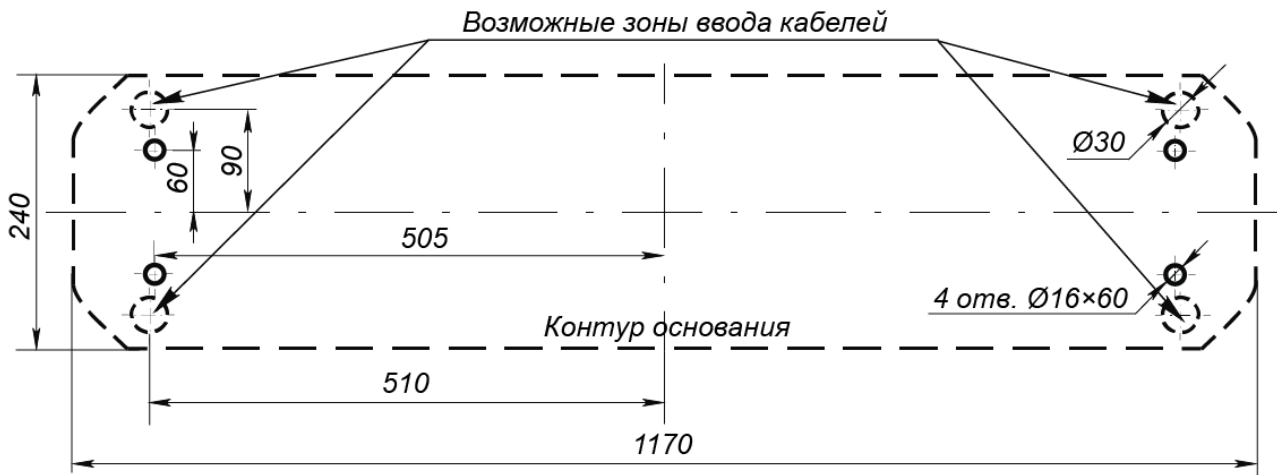
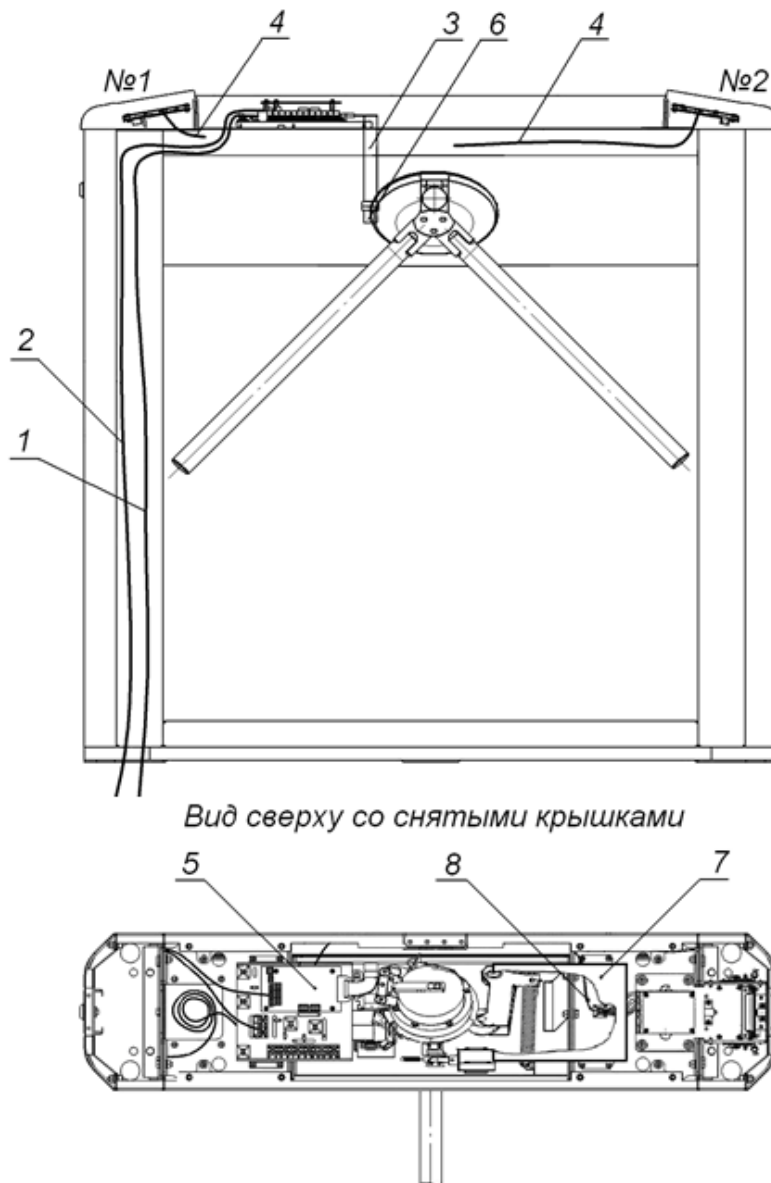
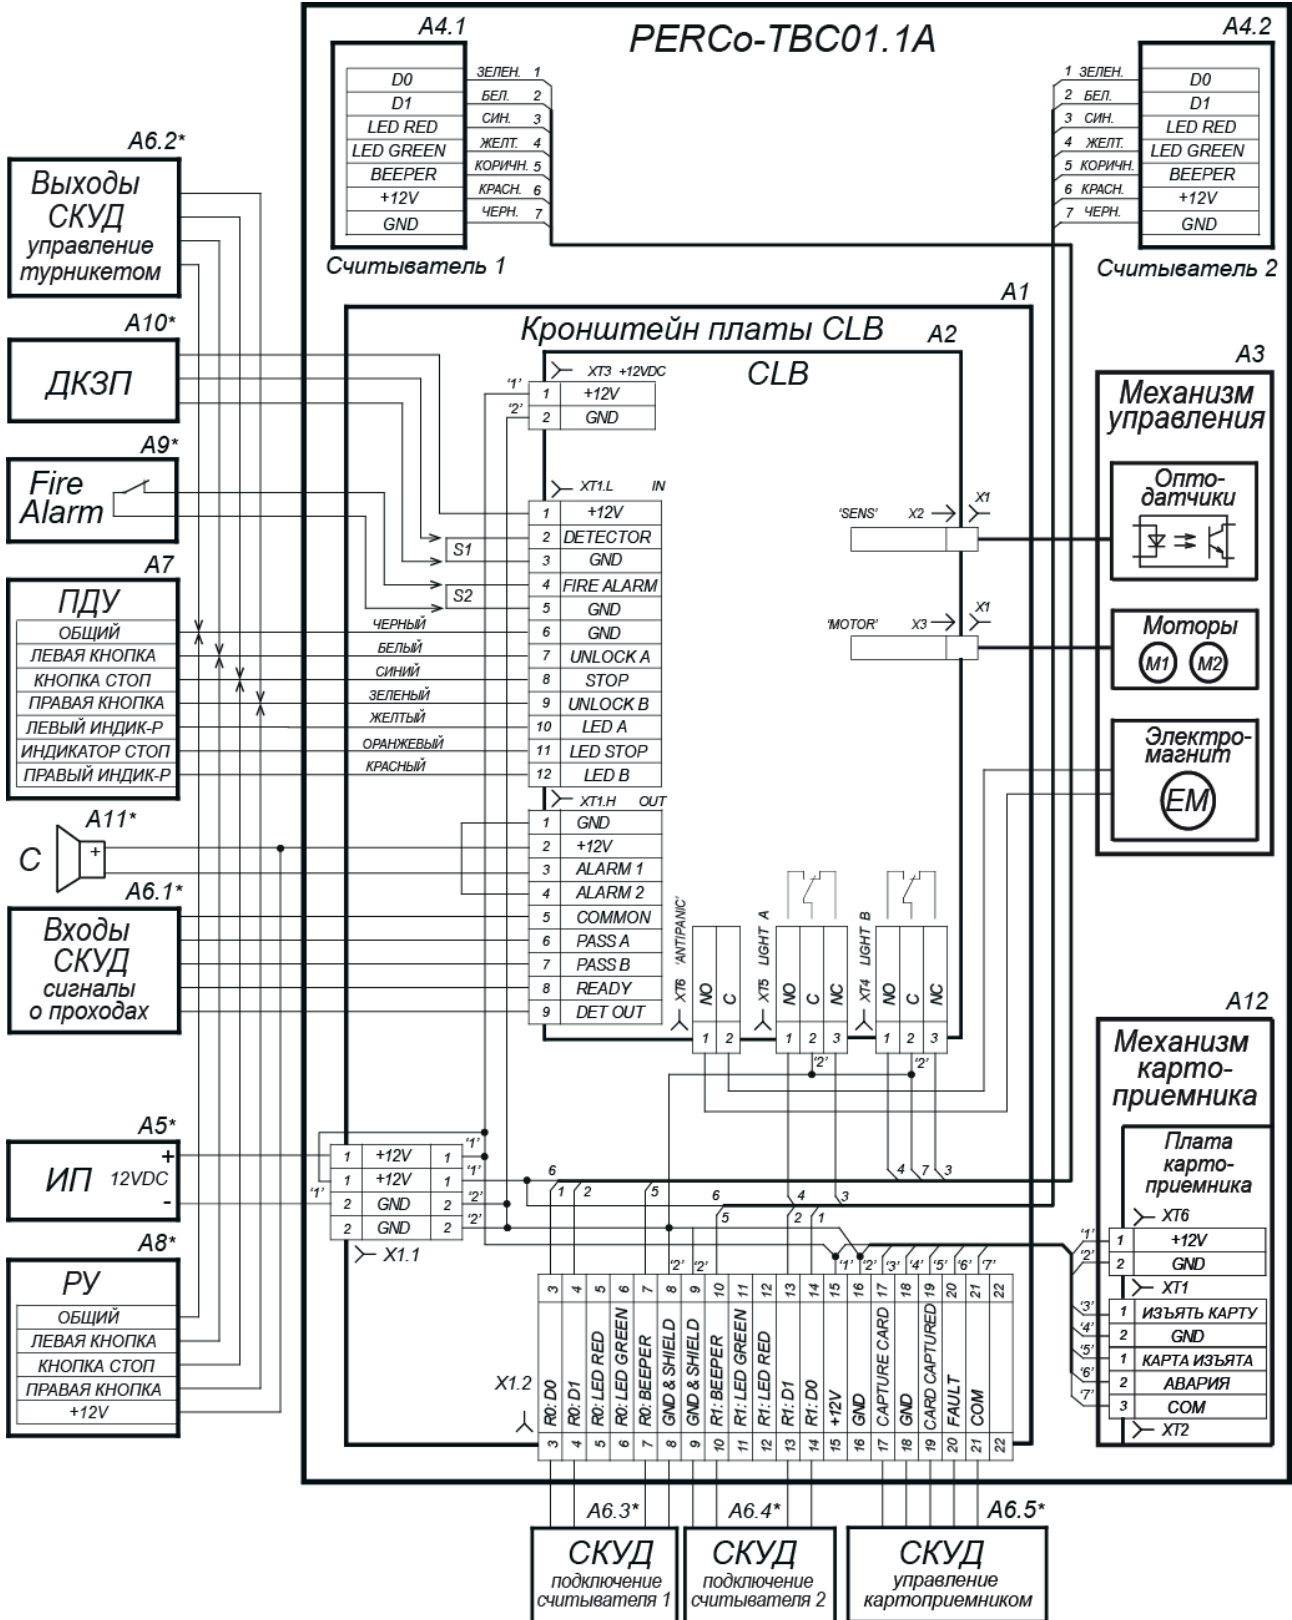

Рисунок 12. Схема разметки для установки стойки турникета
Рисунок 13. Схема прокладки кабелей в стойке турникета
Рисунок 14. Схема электрических соединений турникета¹
2. Подготовьте в полу отверстия под гильзы анкеров для крепления стойки турникета (см. рис. 12). При необходимости прокладки кабелей под поверхностью пола подготовьте в полу кабельный канал, подходящий к зоне ввода этих кабелей в стойку турникета. Установку и крепление стойки производите после прокладки всех кабелей в кабельном канале и внутри стойки. Прокладка кабелей внутри стойки показана на рис. 13.
4. Демонтируйте заглушку стойки (7) и контейнер картоприемника (9), открыв ключом замки (8, 10). Установите стойку турникета на гильзы анкеров и закрепите ее болтами М10.
6. Снимите крышку турникета (3), отвернув ключом винт установочный (13) (см. разд. 6).
7. Подключите кабель питания (14) к клеммной колодке **X1.1** (см. рис. 14).
9. Подключите при необходимости кабели от других устройств к соответствующим клеммным колодкам платы управления (см. рис. 5 и рис. 14). Проверьте правильность и надежность всех электрических подключений.
11. Установите на место крышку (3) (см. разд. 6), заглушку стойки (7) и контейнер картоприемника (9) в порядке, обратном снятию.
Возможна установка картоприемника с противоположной стороны турникета. При этом торцевые крышки (5) со считывателями свои местоположения не меняют. При производстве механизм картоприемника установлен со стороны считывателя №2 (см. рис. 13).
1. Снимите крышку (3) в порядке, указанном в разделе 6.
2. Извлеките контейнер картоприемника (9), открыв замок (10).
3. Извлеките заглушку (7) с противоположной стороны, открыв замок (8).
4. Демонтируйте торцевые крышки (5); каждая крышка крепится двумя винтами M4×16 и двумя шурупами Ø4,2×19 снизу со стороны контейнера (9) или заглушки (7); кабели считывателей, находящихся внутри крышек, не отсоединяйте.
7. Отсоедините кабель картоприемника (8, рис. 13) со стороны платы картоприемника.
9. Переложите кабель картоприемника (8, рис. 13) на сторону считывателя №1. Для фиксации кабеля используйте самоклеящиеся площадки и пластиковые стяжки, входящие в комплект поставки.
10. Подсоедините кабель картоприемника (8, рис. 13) к плате картоприемника (см. рис. 10) согласно схеме (рис. 14).
11. Установите торцевые крышки (5) в рабочее положение и закрепите в порядке, обратном снятию.
12. Установите в рабочее положение контейнер картоприемника (9) со стороны механизма картоприемника, а заглушку (7) – с противоположной стороны.
13. Установите крышку (3) в рабочее положение (см. разд. 6).
Передача данных от считывателей осуществляется по интерфейсу *Wiegand*. Подключение считывателей к контроллеру СКУД необходимо производить экранированным кабелем в соответствии с рис. 14.
* Линии управления светодиодной индикацией считывателей при производстве подключены к клеммным колодкам **XT4, XT5** платы управления (см. рис. 14). Для осуществления внешнего управления индикацией от контроллера СКУД необходимо отключить синие и желтые провода считывателей от разъемов **XT4, XT5** платы управления, и подключить их к соответствующим контактам выносной клеммной колодки **X1.2**.
Конструкцией турникета предусмотрена возможность установки платы контроллера СКУД внутрь корпуса турникета. Установка платы осуществляется на кронштейн (7, рис. 13). Максимальный допустимый размер устанавливаемой платы контроллера 160×150×35 мм.
Подключение контроллера к плате управления турникета производится в соответствии с рис. 14. Управление механизмом картоприемника от контроллера СКУД осуществляется согласно требованиям раздела 5.7.